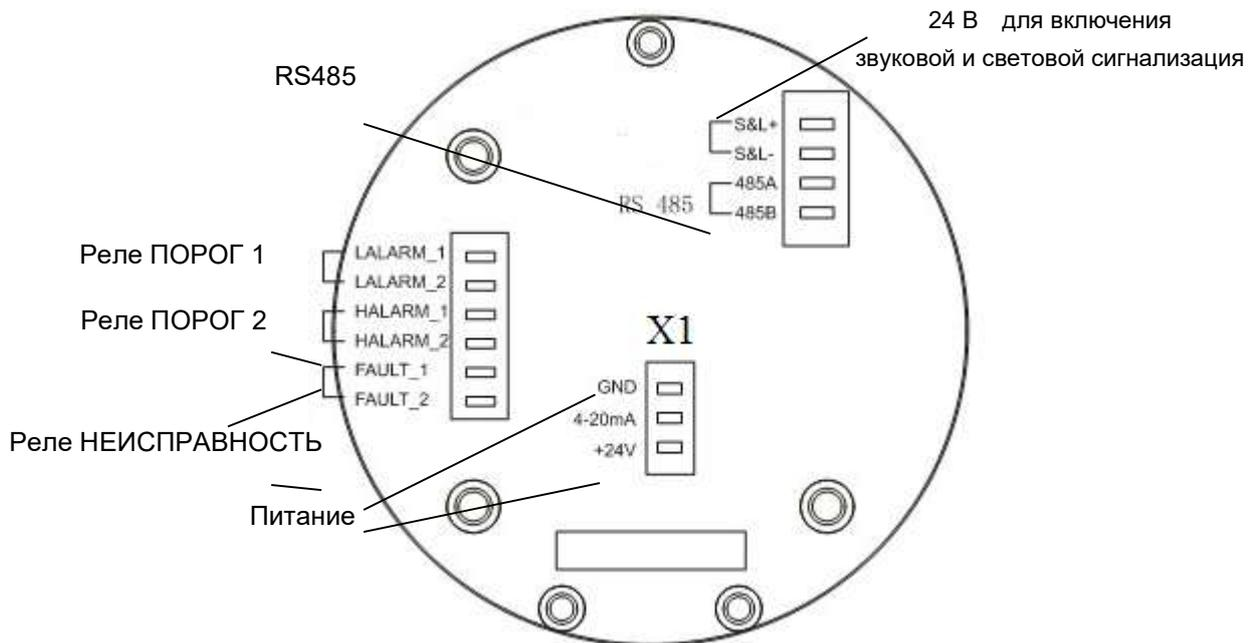

Рис. 3. Плата газоанализатора
2.1.2.5. Электрические разъемы вход/выход размещаются на электронной плате. Для упрощения монтажа разъемы различного назначения имеют разную конфигурацию (рис. 3). Рекомендуется также использовать многоцветные и экранированные провода. Назначение выходов разъемов на плате указано в таблице 3.